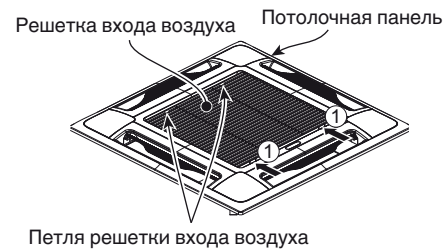

Рис. 7-4
- b) Сдвиньте защелки решетки входа воздуха в направлении, показанном стрелками ①, чтобы открыть решетку. (Рис. 7-4)